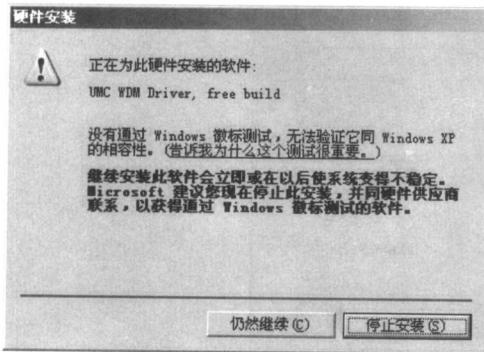
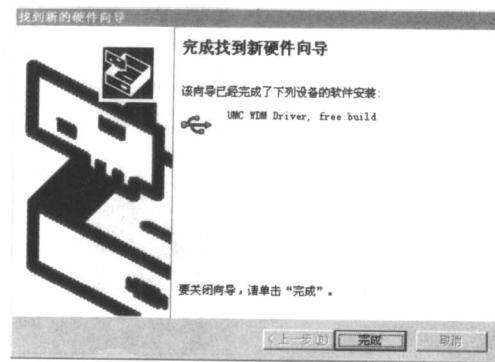

图 1-11 系统提示
图 1-12 完成新硬件的安装
(5) 安装过程中，系统可能会出现如图 1-11 所示的提示。不必理会，仍然继续安装。最后，提示已完成新硬件的安装，如图 1-12 所示。